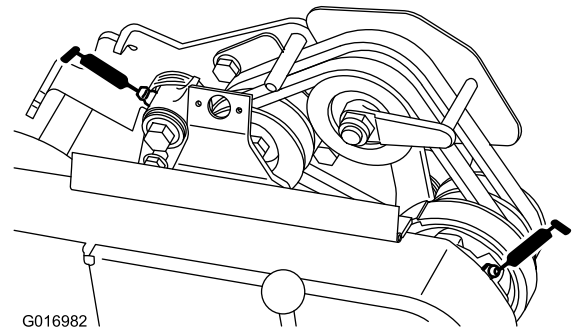

Figura 21
- 2 sui perni di rinvio della cinghia (Figura 21).